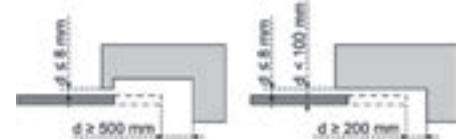

Abbildung 2 - Sicherheitsabstand
2.2 Anwendungsbereich - Abb. 2
Torart (Abb.2)